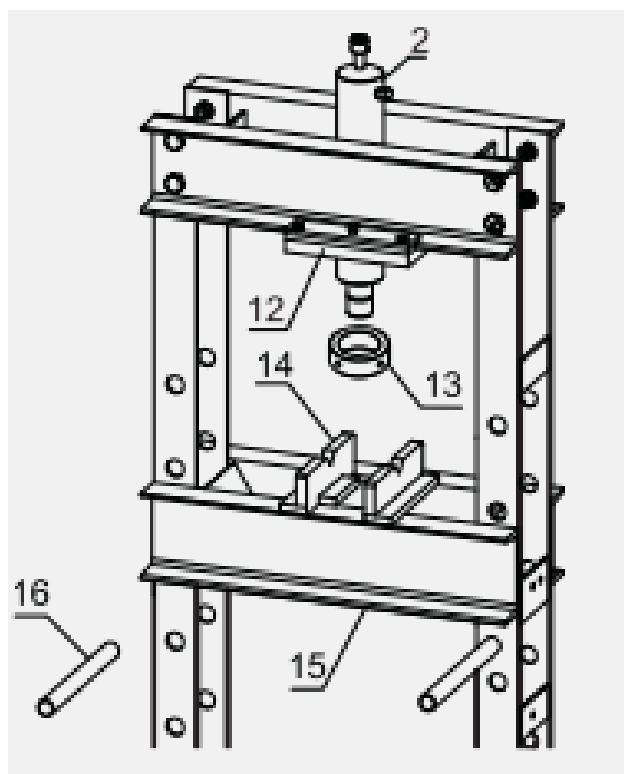

Рисунок 4.
4. Смонтируйте опорную плиту цилиндра (12), закрепите на ней цилиндр (2) используя большую гайку (13). Вставьте оси траверсы (16) в отверстия в опорных стойках на одинаковой высоте. Поместите траверсу (15) между опорными стойками, как показано на Рисунке 4, затем опустите её на оси траверсы. Траверса должна встать горизонтально между опорными стойками. Уложите плиты-призмы (14) на траверсу. См. Рисунок 4,.